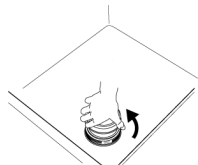

Fig.44
- 2- Desenroscar el tapón del depósito de sal colocada dentro del tanque. (Fig. 44)